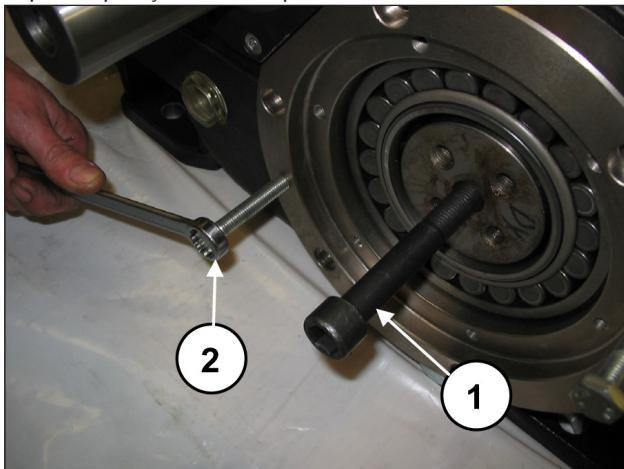
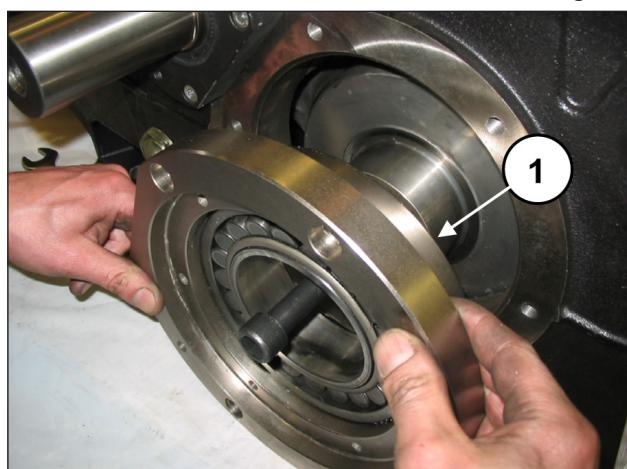

Fig. 23
Fig. 24
Aplique um pino roscado M16 em uma extremidade do eixo de manivela (pos. ①, Fig. 23) e, segurando-o, extraia a tampa do mancal completo com rolamento e O-ring (pos. ②, Fig. 24). Para facilitar a desmontagem, use 2 grãos ou parafusos M10 (pos. ③, Fig. 23) com a função de extratores.